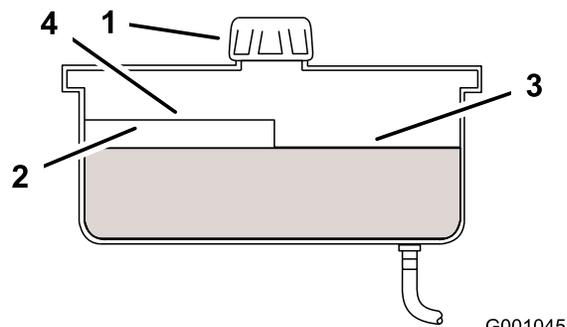

Figura 68
2. Limpie alrededor del cuello de llenado del depósito de aceite hidráulico (Figura 68).
3. Retire el tapón del cuello de llenado. Mire dentro para ver si hay aceite en el depósito (Figura 68).
**Nota:** El nivel de aceite debe llegar a la parte superior del nivel caliente del tabique cuando el aceite está caliente (Figura 68).